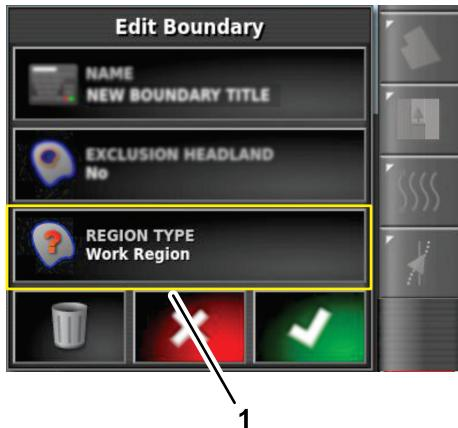

Figura 63
- Nella finestra di dialogo Modifica confini, premete l'icona TIPO DI REGIONE (Figura 63).